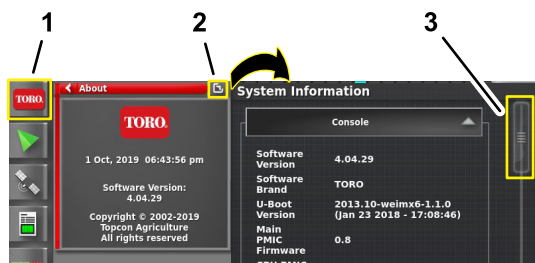

Figura 203
1. Pulse el icono INFORMACIÓN GENERAL y luego deslice el dedo sobre el icono PANTALLA COMPLETA en la esquina superior derecha de la ventana de información del sistema (Figura 203).